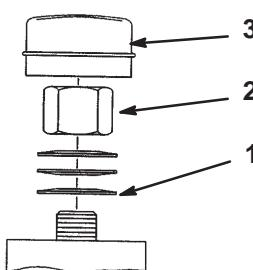

Figure 48
3. Retirez le capuchon anti-poussière de la roue et serrez le contre-écrou (Fig. 48).
4. Continuez de le serrer jusqu'à ce que les rondelles élastiques soient aplatis, puis desserrez-le de 1/4 de tour pour obtenir la précharge correcte des roulements (Fig. 48).
Important Veillez à installer les rondelles comme illustré à la Figure 48.